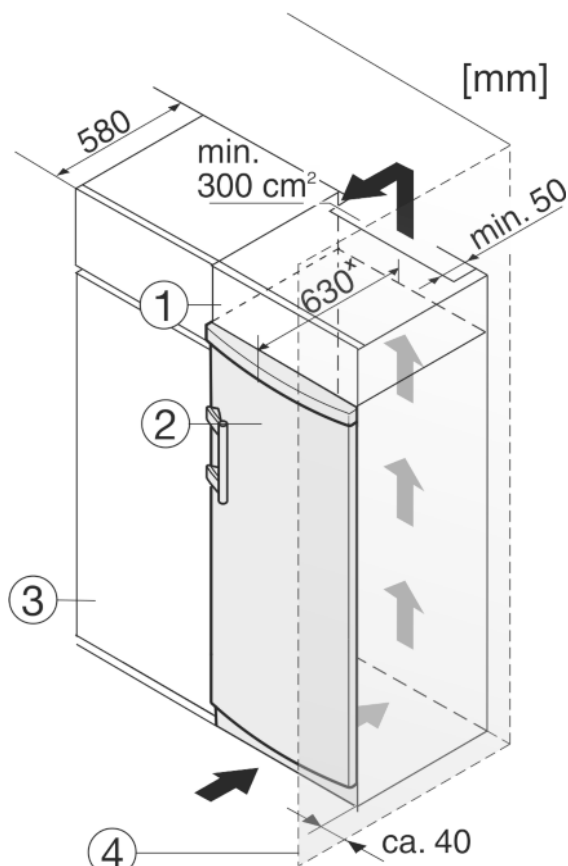

Fig. 11
Het apparaat kan in keukenkasten worden ingebouwd. Om het apparaat Fig. 11 (2) aan de hoogte van het keukenblok aan te passen, kan boven het apparaat een opzetkast Fig. 11 (1) worden aangebracht.
Bij een ombouw met keukenkasten (diepte max. 580 mm) kan het apparaat direct naast de keukenkast Fig. 11 (3) worden geplaatst. Het apparaat steekt aan de zijkant 34 mm × en in het midden 50 mm × uit ten opzichte van het keukenkastfront.
Plaatst u het apparaat met de scharnierkant naast een muur Fig. 11 (4), dan moet de afstand tussen apparaat en muur minstens 40 mm bedragen. Dit in verband met het uitsteken van de deurgreep bij een geopende deur.